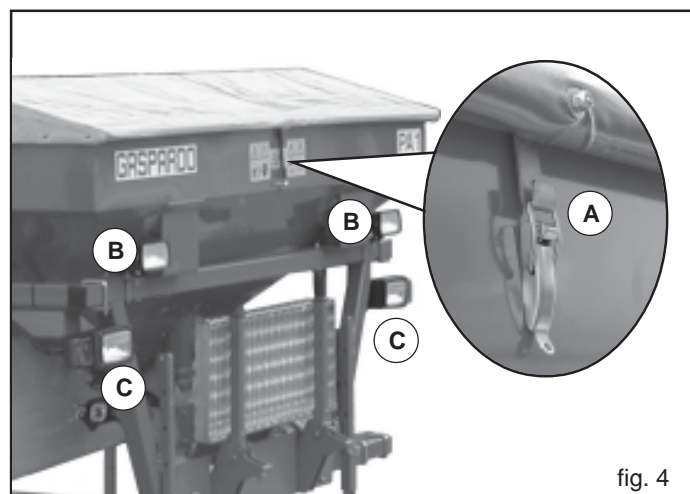

fig. 4
- 7) Efectúe los desplazamientos por carretera con todos los depósitos y tolvas vacíos y a una velocidad máxima de 25 km/h. Cerrar la tapa con el garfio (A, Fig. 4). Controlar las condiciones del garfio y se al caso sustituirlo.
- 10) Si las dimensiones de los aparatos cargados o semi-cargados no permiten la visibilidad de los dispositivos de indicación e iluminación de la motriz, dichos dispositivos deberán ser instalados adecuadamente sobre los aparatos en sí, ateniéndose a las normas del código del tránsito vigente en el País. Asegurarse, mientras viene utilizado, que la instalación de las luces se encuentre perfectamente en función. Todo los desplazamientos para carretera se efectúan con los faros (B, Fig. 4) apagados. Regulando los proyectores anabagliante (C, Fig. 4) según normas de circulación vigentes en el País.